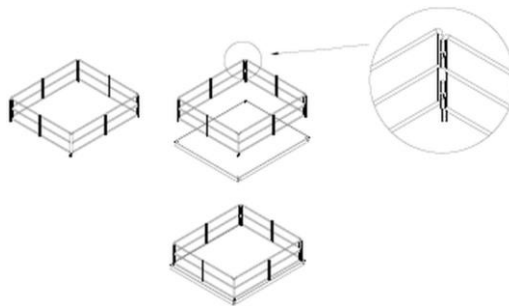

Abb. 1
1. Setzen Sie zuerst die Reling für die obere Stellfläche mittels der Riegel (Abb. 1) zusammen.